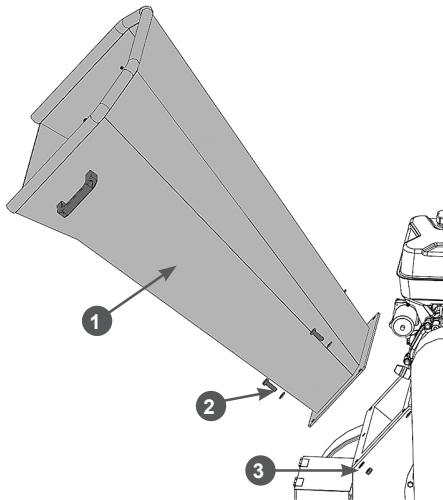

Рис. 11 Установка загрузочной воронки
10. Установите загрузочную воронку на фланец корпуса измельчителя и закрепите её с помощью болтов M10x30, шайб и гаек M10 (Рис. 11). После этого соедините разъёмы цепи аварийного выключателя 5 (Рис. 2) зажигания (разъём проводов от выключателя на загрузочной воронке и разъём проводов от двигателя).